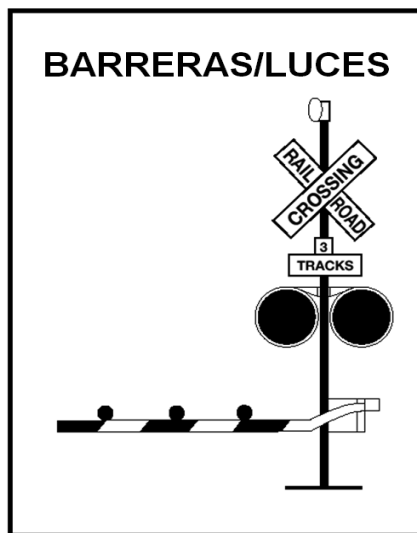

Figura 2.18
**Luces intermitentes rojas de señalización.** En muchos cruces de vías de ferrocarril en pendiente, la señal en forma de cruz tiene luces rojas intermitentes y campanas. Cuando las luces intermitentes se encienden, debe detenerse de inmediato, ya que significa que está por pasar el tren y debe darle el paso. Si hay más de un par de vías, asegúrese de que el tren no se aproxime por ninguna de ellas antes de cruzar. Ver la figura 2.18.
**Barreras.** Muchos cruces de vías de ferrocarril tienen barreras con luces rojas intermitentes y campanas. Deténgase cuando se enciendan las luces intermitentes y antes de que baje la barrera. No inicie la marcha hasta tanto haya subido la barrera y las luces intermitentes se hayan apagado. Cruce solo cuando sea seguro hacerlo. Ver la figura 2.18.